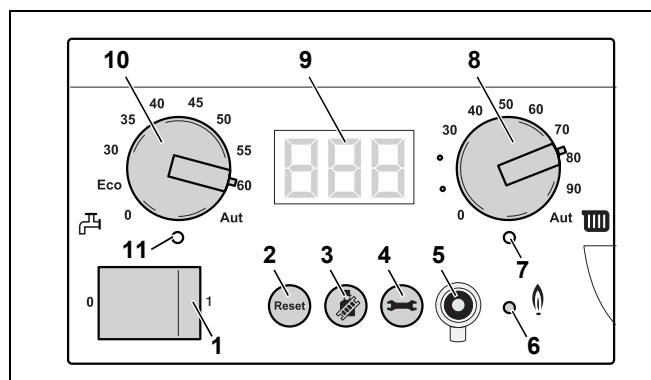

Fig. 60 BC10
- Rotiți la stânga butonul rotativ pentru temperatura maximă a apei cazanului (Fig. 60, **Poz. 8**) și butonul rotativ pentru valoarea nominală a apei calde (Fig. 60, **Poz. 10**) în poziția "0".